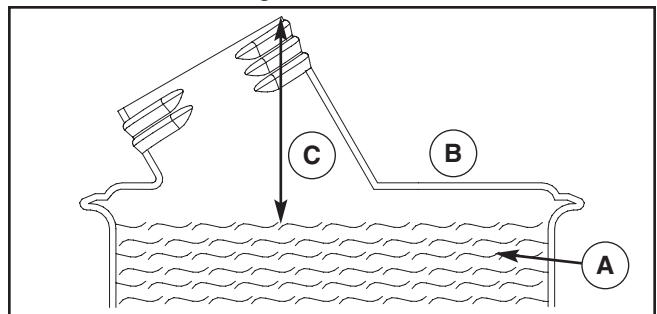

Figura 3 — Expansión del combustible
2. Añada lentamente gasolina sin plomo (A) al depósito de combustible (B). NO añada combustible en exceso. Deje aproximadamente 4 cm (1,5") de espacio en el depósito (C) para permitir la expansión del combustible, como se muestra en la Figura 3.